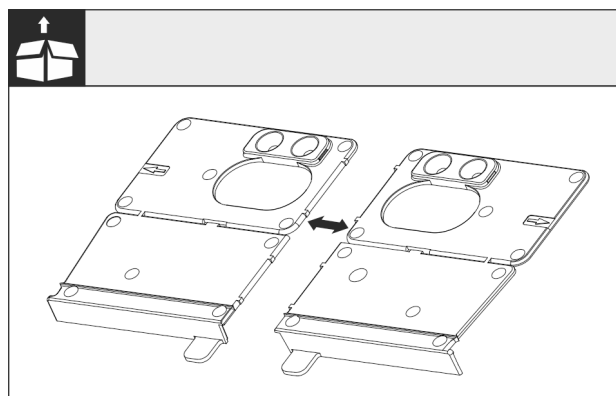

Fig. 27
- ▶ Отделите дно монтажного угла Fig. 27 (I) на перфорации.